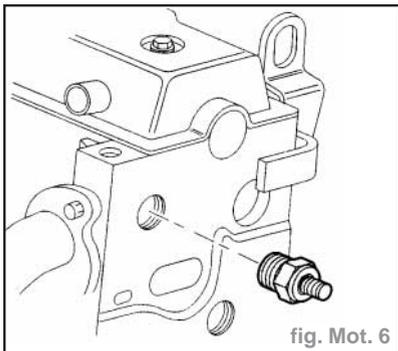

fig. Mot. 6
- Le manostat de pression d'huile est placé sur le côté de la culasse. (fig. Mot. 6).